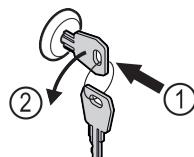

Fig. 161
- 按入钥匙。Fig. 161 (1)
- 将钥匙逆时针转动 90°。Fig. 161 (2)